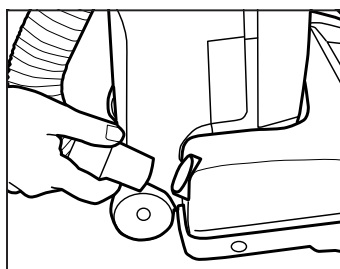

Fig. 3
1. Enlevez le tuyau extensible du suceur de l'aspirateur (Fig. 3).